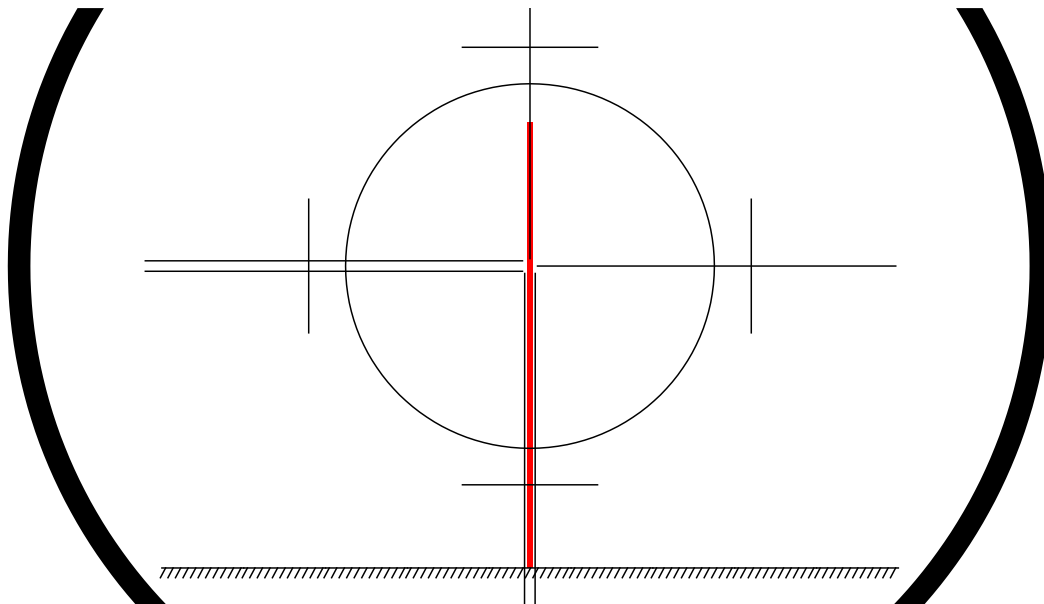

Рис. 6. Наведение вертикальной нити сетки на ось мира.
- 5) Правой рукой закрепите зажимы зрительной трубы и алидады 19 и 20 в положение «от себя». Выполните точное наведение на миру. Для этого, попеременно вращая наводящий винт зрительной трубы 22 и алидады 23, наведите перекрестие сетки нитей на миру. Добейтесь того, чтобы вертикальная нить сетки совпадала с осью миры. Для более точного наведения можно воспользоваться вертикальным биссектором и поместить ось миры между его нитями (рис. 6).
- 12) Когда изображение мира появится в поле зрения, левой рукой закрепите зажимы зрительной трубы и алидады 19 и 20 в положение «к себе». Поочередно вращая наводящий винт зрительной трубы 22 и алидады 23, наведите перекрестие сетки нитей на мир. Добейтесь того, чтобы вертикальная нить сетки совпадала с осью мира (рис. 6).
- 13) Посмотрите в микроскоп. При необходимости подстройте яркость изображения зеркалом подсветки. Плавно вращая рукоятку микрометра 18, совместите штрихи в нижнем окошке. Возьмите отсчет по горизонтальному кругу (M2) и занесите его в ведомость в графу (4). Наблюдение мира завершено.